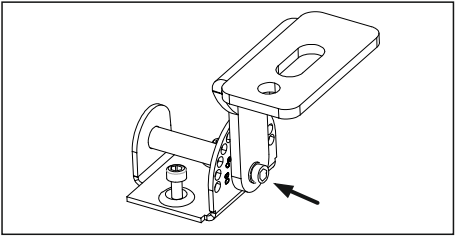

Рис. 2
- 5.12 Отрегулируйте угол наклона осветительного прибора: для этого необходимо ослабить боковые винты на лире, предназначенные для фиксации угла наклона светильника, с помощью шестигранника (H4). После регулировки угла наклона светильника, надежно затяните боковые винты (рис. 2).